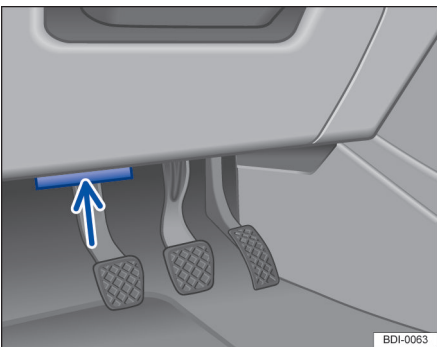

图 165 保险丝盒的盖板
- 将平头物品插入凹槽⇒图 165 中（箭头），然后小心地撬下盖板。